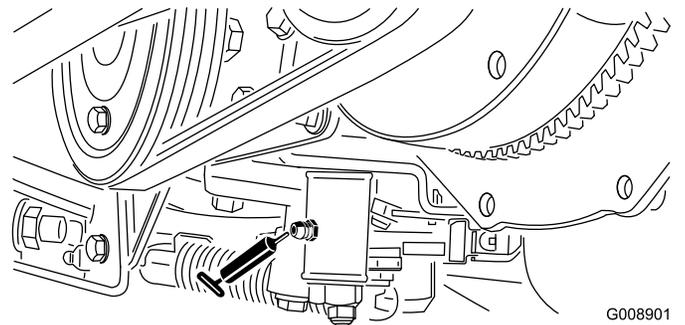

Figura 35
- Meccanismo di regolazione della folle (Figura 35)